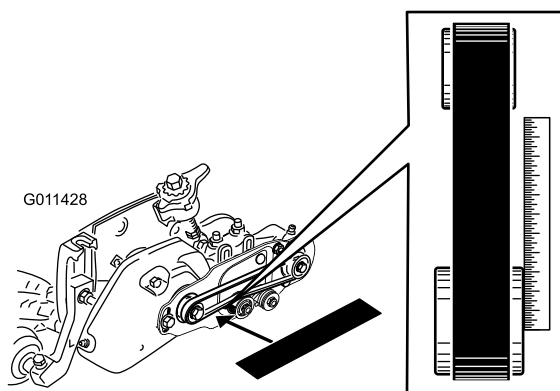

Figura 35
- Coloque una regla contra la cara exterior de la polea de **transmisión** (Figura 35).